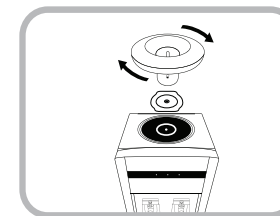

Fig.1
2. Retirez l'entonnoir en tournant vers le gauche ou la droite selon le modèle. Assurez-vous que l'entonnoir d'eau chaude (pièce en plastique semi-transparent) repose bien sur la broche en métal du réservoir. (Fig.1).